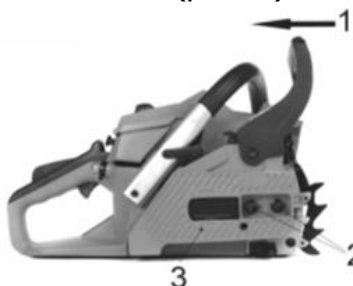

Рис. 2
- Убедитесь, что рукоятка тормоза цепи (4) (рис. 1) сдвинута в положение ВЫКЛ (рис. 2).
- Отвинтите предохранительные гайки шины (2). Снимите крышку тормоза цепи (3), потянув ее вверх (рис. 2).